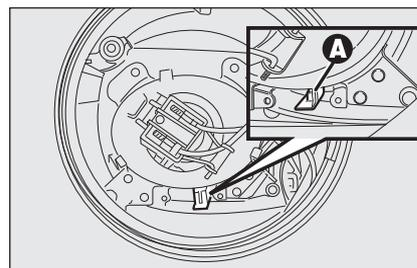

fig. 102
- spostare lateralmente la leva **A-fig. 102**;